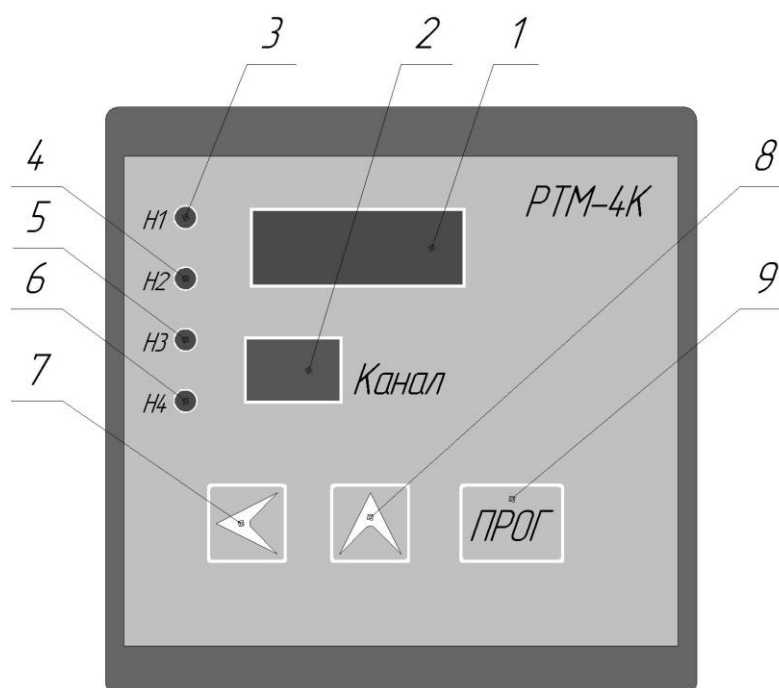

Рисунок 2 - Панель блока защиты РТМ-4К
1.4.6.2 Назначение элементов панели блока защиты РТМ-4К (рисунок 2) следующее: